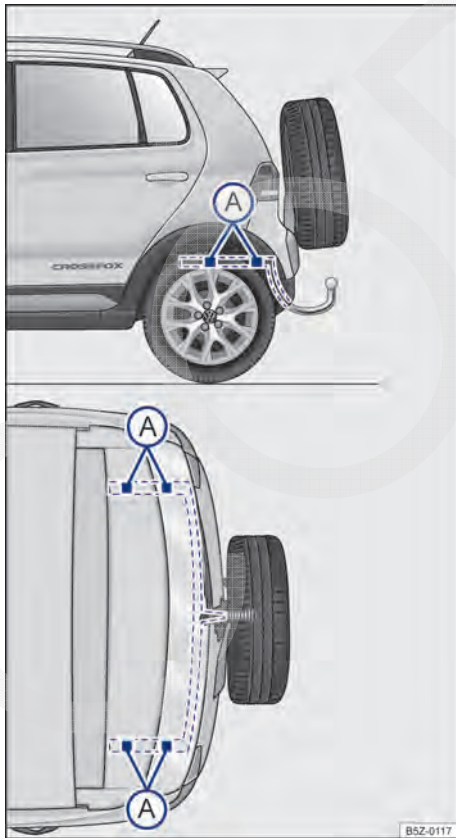

Fig. 78 Pontos de fixação para instalar um dispositivo de reboque posteriormente.
A figura → Fig. 78 ilustra, como exemplo, o ponto de fixação para instalar um dispositivo de reboque do modelo Novo CrossFox.
A montagem posterior de um dispositivo de reboque deverá ser efetuada de acordo com as instruções do respectivo fabricante do engate, sempre respeitando os pontos de fixação indicados na → Fig. 78 (A).